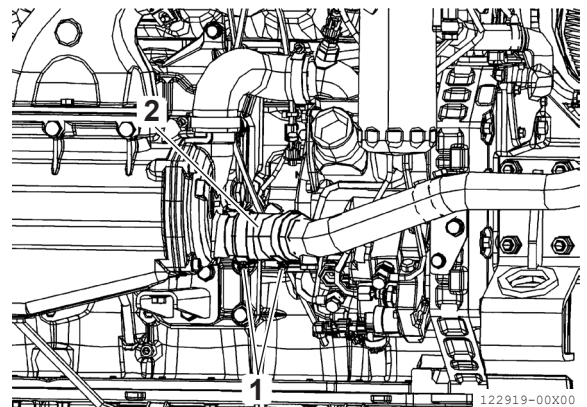

Bild 13
6. Lossa klämskruvarna (**bild 13, (1)**) och ta bort hylsan (**bild 13, (2)**).